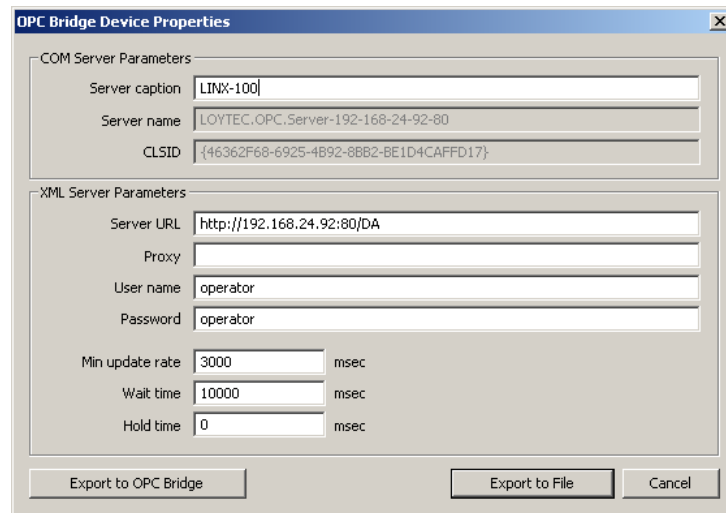

Abbildung 149: Bridge Exportdialog
4. Im **OPC Bridge Geräteeinstellungen** Dialog, der in Abbildung 149 zu sehen ist, ergänzen Sie die Informationen, die nicht voreingestellt sind, wie **Min Update-Rate**, **Wait Time** und **Hold Time** (siehe Abschnitt 8.3.6). Sollte der Benutzer ‚operator‘ ein eigenes Passwort besitzen, dann geben Sie dieses ein.